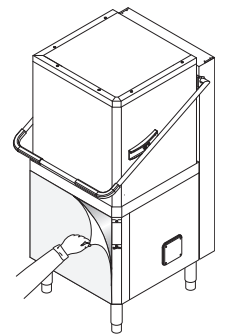

Figura 7 Remoção da película
- Lentamente remova a película de proteção dos painéis externos, sem arrancá-la, para evitar resíduos de cola (Figura 7).